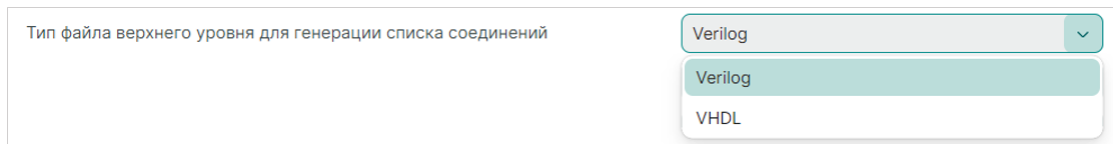

Рис. 128 Выбор формата файла для генерации списка соединений из схемы
- «Тип файла верхнего уровня для генерации списка соединений» – выбор формата файла для генерации списка соединений из схемы, см. Рис. 128.